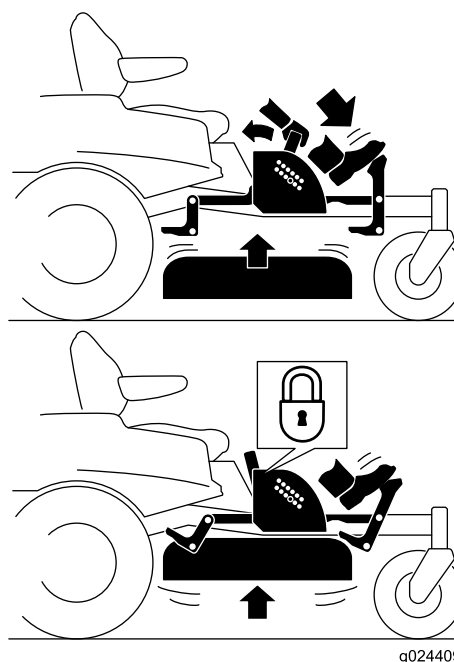

Figura 28
- Premete il pedale di sollevamento del piatto di taglio per sollevare il piatto di taglio; premete fino a quando il piatto si blocca in posizione di trasporto (Figura 28).
- Col piede premete il pedale di sollevamento del piatto e tirate indietro la stegola di blocco per il trasporto per sbloccare la posizione di blocco per il trasporto (Figura 28).
4. Col piede premete il pedale di sollevamento del piatto e tirate indietro la maniglia per sbloccare la posizione di blocco per il trasporto (Figura 28).